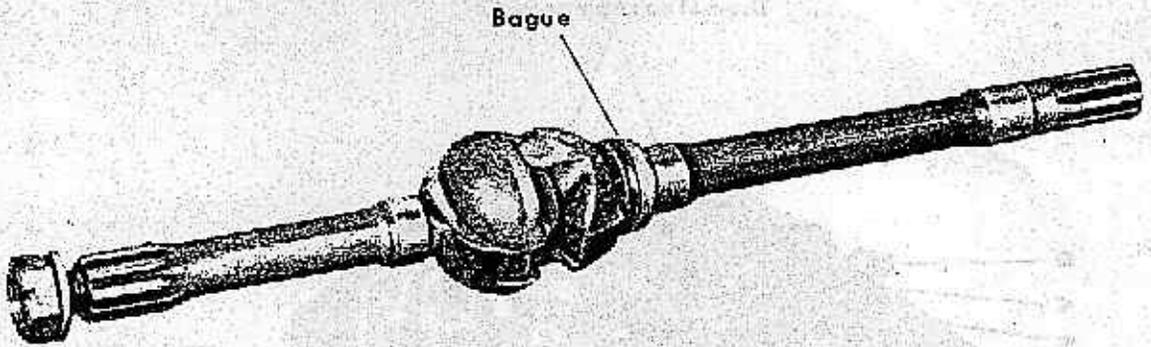

FIGURE 40. — Demi-arbre avant (joint de cardan type TRACTA)
3) Joint de cardan TRACTA (fig. 40 et 41).
b. Joint de cardan, type TRACTA (fig. 40 et 41).